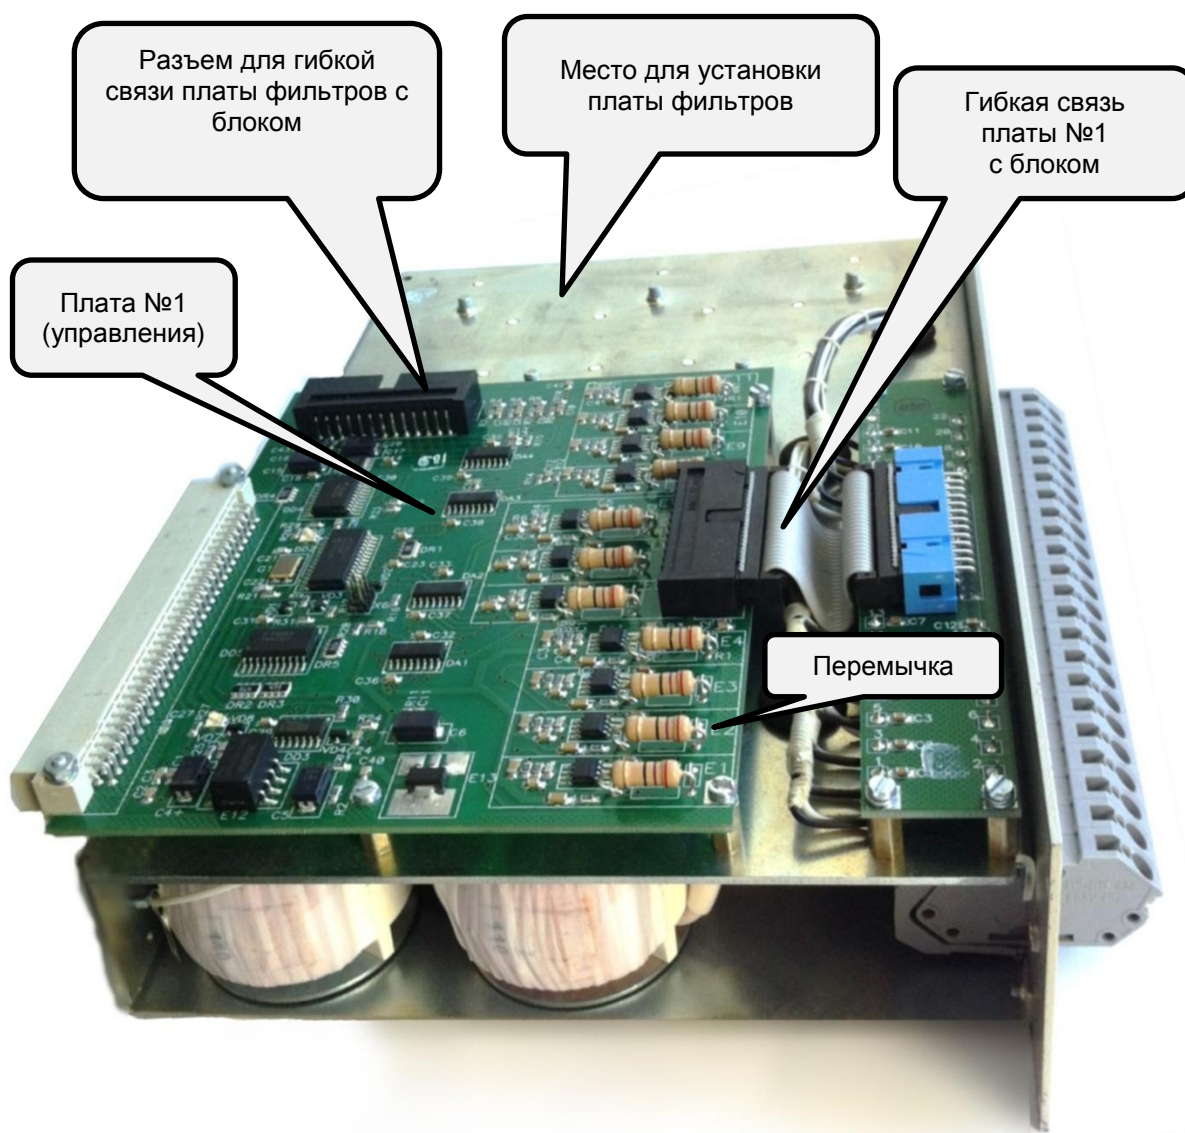

Рисунок 21 – Расположение элементов в блоке типа Д253Х(А), Д253ХХ(А)
4.5.3.9 Перед установкой платы №1 блока типа Д253Х(А), Д253ХХ(А) из комплекта ЗИП необходимо демонтировать (удалить при помощи кусачек) перемычки элементов Е1-Е11 (см. рисунок 21) в соответствии с установленными перемычками заменяемой платы.